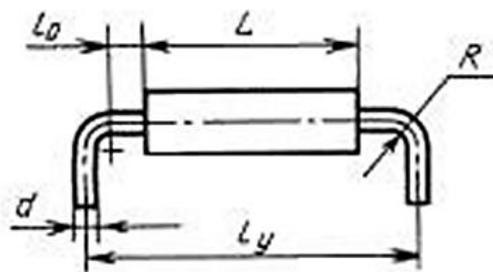

Рис. 3.
3.3. Минимальные установочные размеры  $l_y$  в миллиметрах для ИЭТ исполнения 22 (рис. 3.) следует рассчитывать по формуле